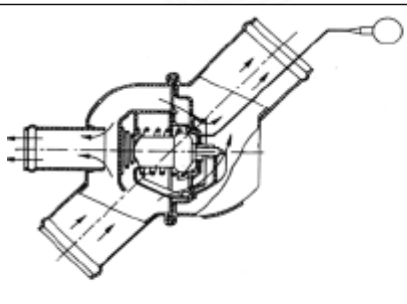

РИС. 144
- 3) Установите индикатор, соединяя его плунжер с диафрагмой клапана термостата (рис. 144).